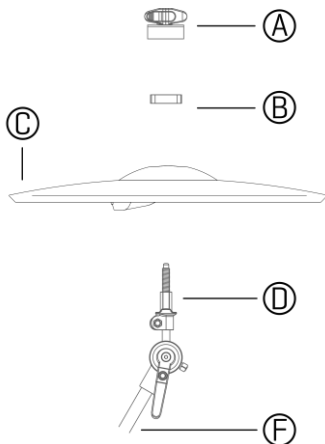

Figure 2
- 1 Vissez le support de cymbale (D) sur le bras de la cymbale de 8 mm (F).
- 2 Placez la cymbale (C) sur le support de cymbale (D), puis placez le bloquer de rotation (B). *Figure 2*